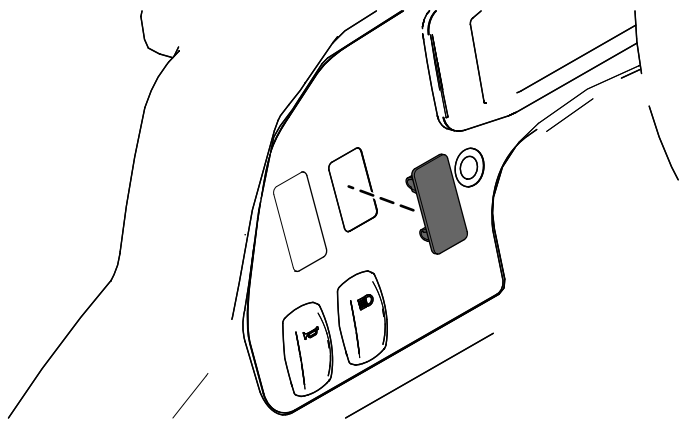

Рисунок 19
1. Удалите пластмассовую заглушку из приборной панели (Рисунок 19).